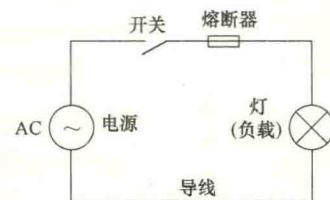

图1-1 电路的基本组成
(1) 建筑电气工程图通常是采用统一的图形符号并加注文字符号绘制出来的，属于简图。由于构成建筑电气工程的设备、元件及线路很多，结构类型不一，安装方法各有不同，故只有借助统一的图形符号与文字符号来表达才比较合适。绘制、阅读建筑电气工程图，首先就要明确和熟悉这些图形符号所代表的内容和含义，以及它们之间的相互关系。
(2) 任何电路都必须构成闭合回路。只有构成闭合回路，电流才可以流通，电气设备才能够正常工作，这也是我们判断电路图正误的最重要条件。一个电路一般包括4个基本要素：电源、用电设备、导线及开关控制设备，如图1-1所示。
(3) 电路中的电气设备、元件等，彼此间均是通过导线